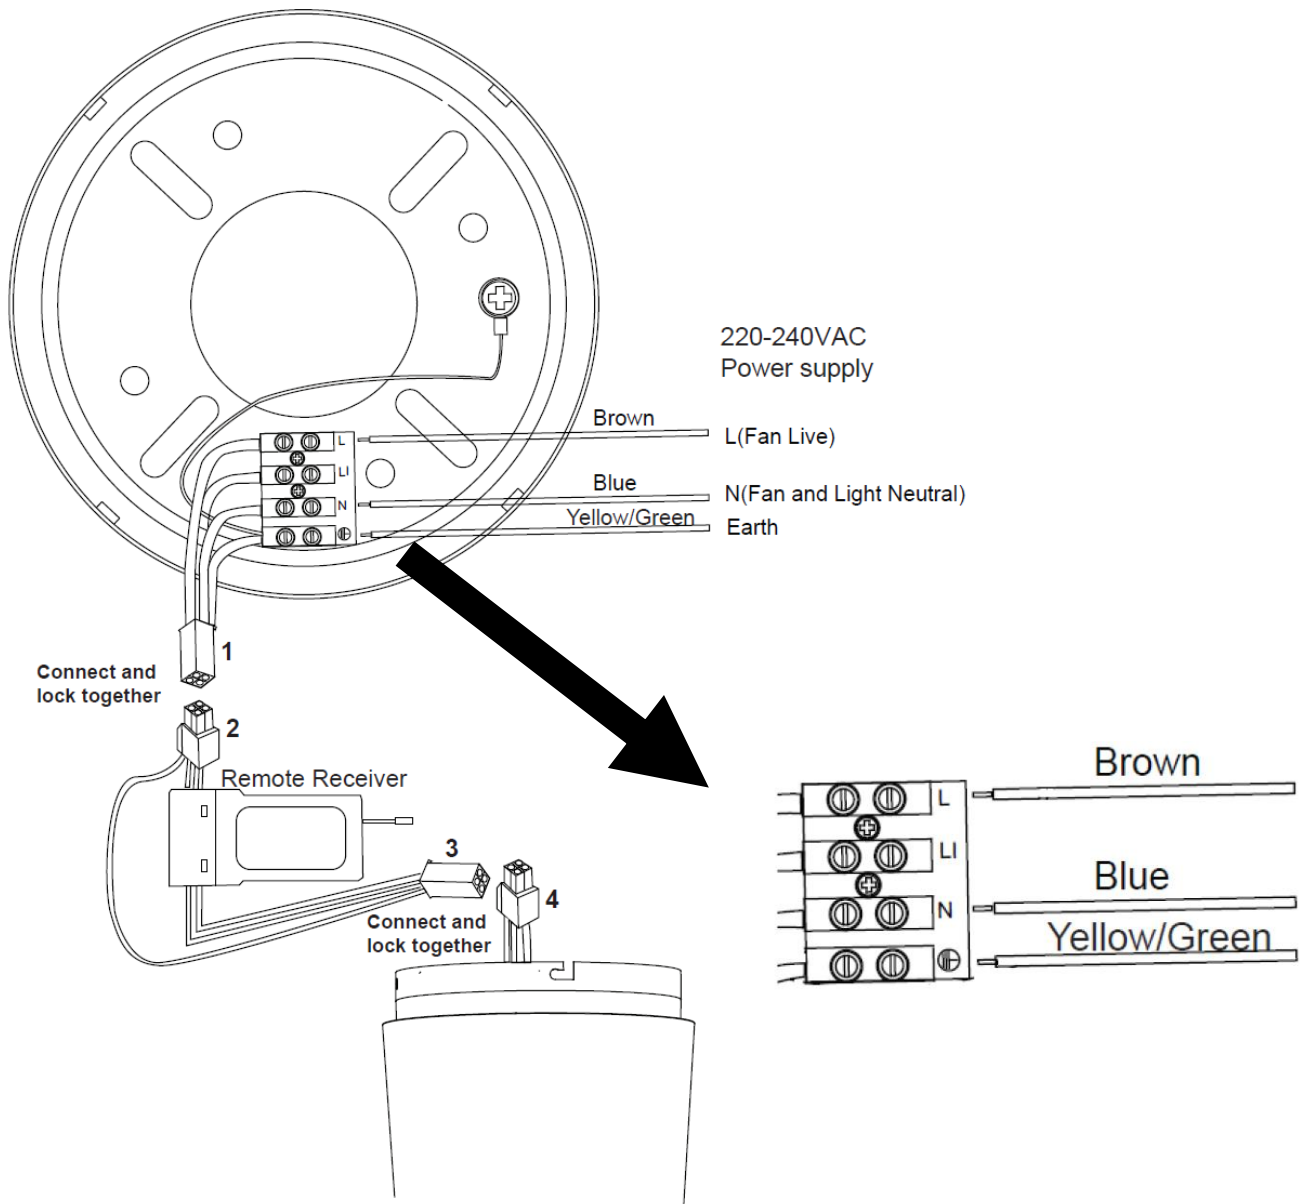

Fig. 6
### **MODÈLES AVEC SCHÉMA DE CÂBLAGE DE TÉLÉCOMMANDE (Fig. 6) :**
- Raccordez les fils L, N et R au bornier du support de montage de la manière indiquée sur le schéma ci-après, Fig. 6.
- Raccordez les connecteurs rapides du support de montage (1) et du récepteur de la télécommande (2), en veillant à bien les verrouiller.
- Raccordez les connecteurs rapides du récepteur de la télécommande (3) et du ventilateur (4), en veillant à bien les verrouiller.